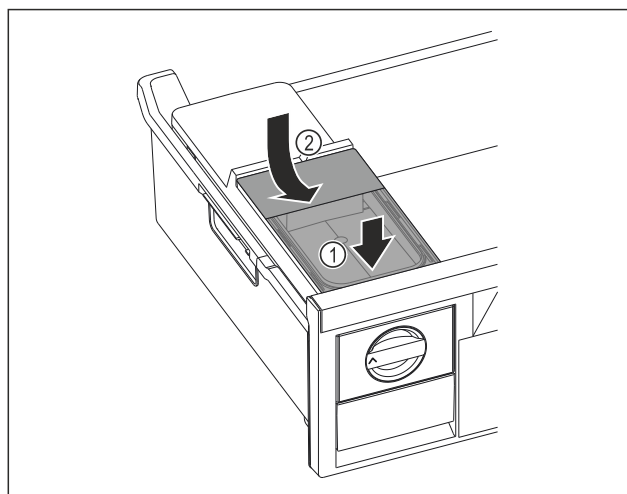

Fig. 40
- ▶ Nádržku na vodu nasad'te vpredu. Fig. 40 (1)
- ▶ Nádržku na vodu spustíte vzadu. Fig. 40 (2)